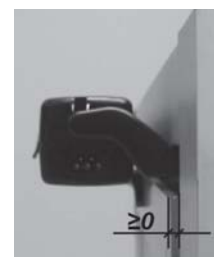

рис.1
- Проверьте, чтобы после того, как привод был установлен расстояние между лицевой плоскостью рамы и лицевой плоскостью створки (высота наплава) было **больше или равно 0мм** (рис. 1). Если этого не происходит, привод не будет правильно работать, так как окно не будет закрываться.